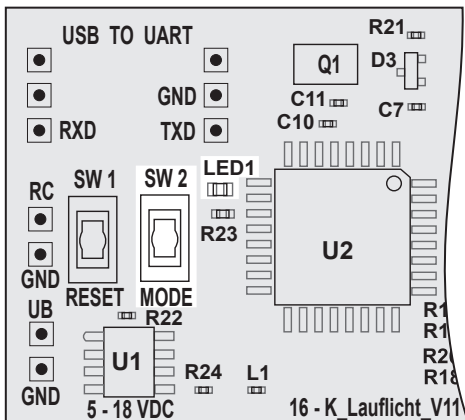

Figure 8
- Appuyez et maintenez la touche de mode SW 2 enfoncée jusqu'à ce que l'indicateur à DEL « LED1 » (voir figure 8) s'allume en continu.